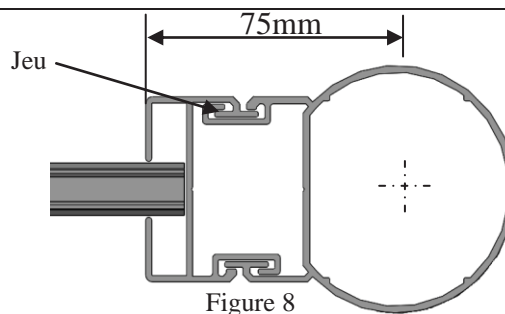

Figure 8
- Veiller à respecter la cote de 75mm pour avoir du jeu de dilatation entre le poteau arrondi et le demi-poteau (Figure 8).